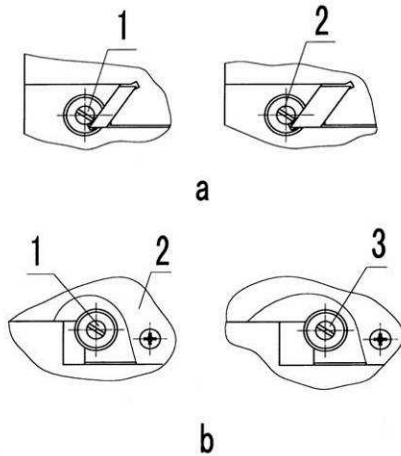

Рис.9
7.1.1 Регулировка клиновой планки: Ослабьте винт (1) со стороны меньшей клиновой планки, регулируйте зазор винтом (2) со стороны большей клиновой планки до тех пор, пока не будет ощущаться небольшое сопротивление при перемещении, затем затяните винт (1) (Рис.9а).
7.1.2 Регулировка поперечных направляющих: Снимите защиту (2), ослабьте винт (1) со стороны из меньшей клиновой планки, регулируйте зазор винтом (3) со стороны большей клиновой планки до тех пор, пока не будет ощущаться небольшое сопротивление при перемещении, затем затяните винт (1), установите защиту (2) (Рис.9б).